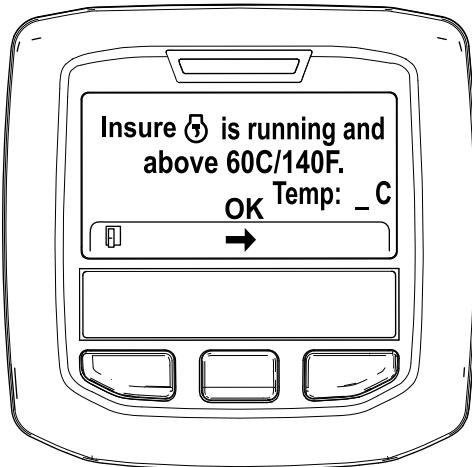

Figure 36
5. Si la température du liquide de refroidissement est inférieure à 60 °C (140 °F) le message « Insure is running and above 60C/140F » (vérifier que *** fonctionne et est supérieure à 60 °C/140 °F) s'affiche (Figure 36).